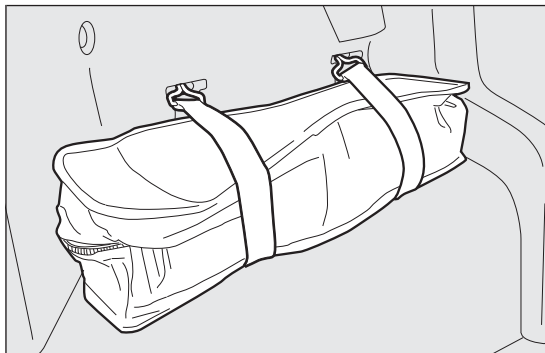

fig. 116
- ☐ abrir el maletero, retirar la bolsa de herramientas fig. 116 situada en el lado izquierdo del maletero soltando los elásticos de retención y poniéndola al lado de la rueda que se tiene que sustituir;